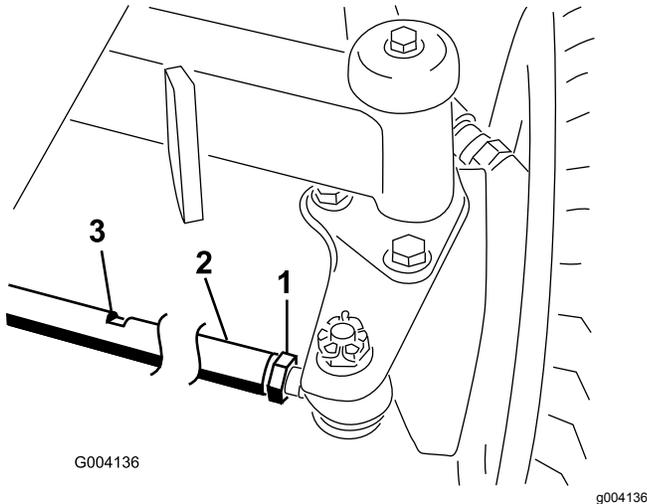

Figure 90
2. Desserrez l'écrou de blocage à chaque extrémité de la biellette (Figure 90).